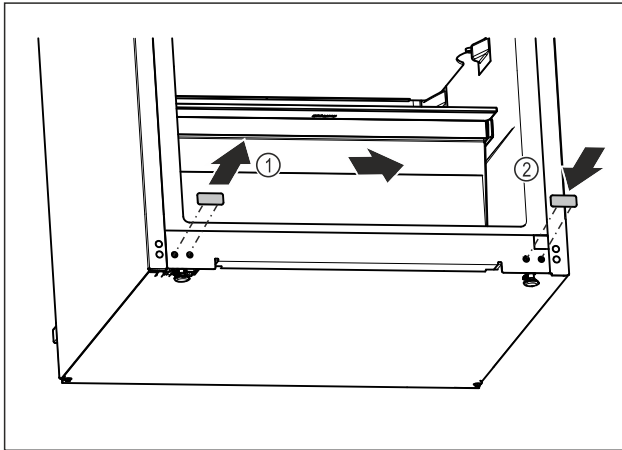

Fig. 16
- Vedä peitetulpat irti. Fig. 16 (1)
- Aseta peitetulpat vastapäiselle puolelle. Fig. 16 (2)